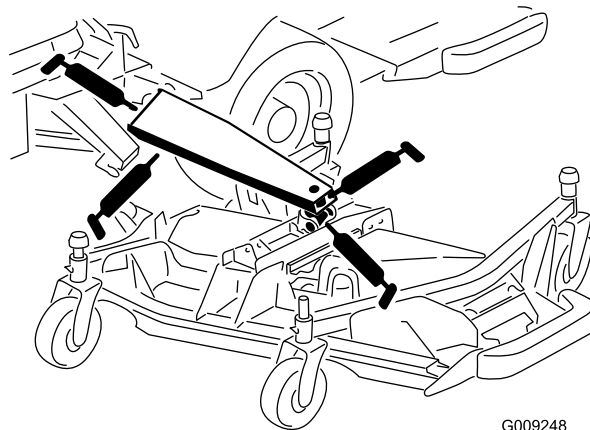

図 86
- メイン昇降アームのブッシュ3ヶ所 図 86
- 昇降シリンダのブッシュ1ヶ所 (図 86)